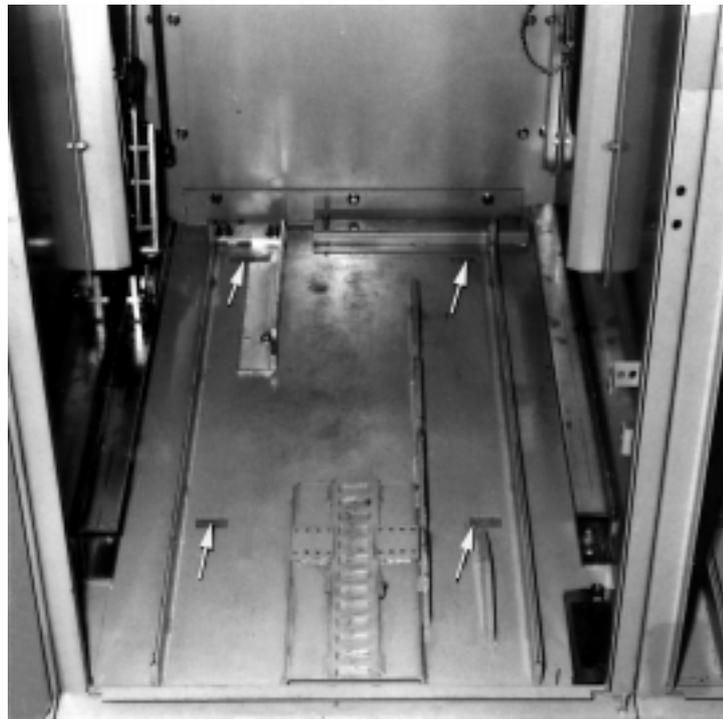

Fig. 11
Effettuare i fori per gli ancorati ad espansione (650594 fig.003) in corrispondenza delle quattro cave che si trovano sulla base anteriore (fig.11). Fissare i vari scomparti a pavimento possibilmente partendo dal centro del quadro e affiancando gli altri verso le due estremità.
*Make the holes for the expansion anchoring bolts (650594 fig. 003) in correspondence with the four slots on the front base (fig. 11). Fix the various cubicles to the floor, if possible starting from the centre of the switchboard and placing the others side by side towards the two ends.*